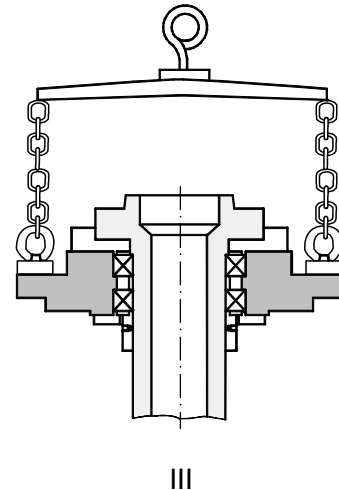

Bild 5 Transport der Bauteile
- Hebezeug, Greifer, Hebegeschirr (Bild 5):